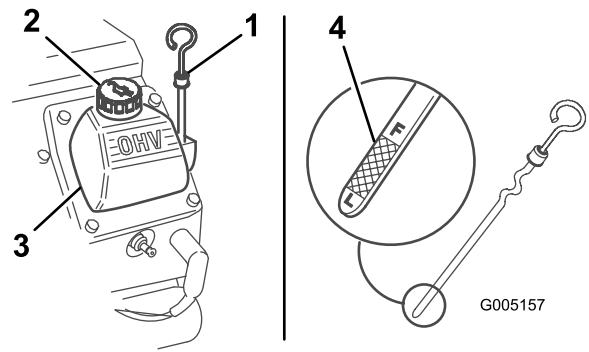

Figure 24
3. Nettoyez la surface autour de la jauge (Figure 24).
4. Sortez la jauge d'huile et essuyez soigneusement l'extrémité métallique (Figure 24).
5. Enfoncez la jauge complètement dans le tube (Figure 24).
7. Si le niveau d'huile est trop bas, nettoyez la surface autour du bouchon de remplissage et enlevez le bouchon (Figure 24).
8. Versez lentement une quantité d'huile suffisante dans le couvercle de culasse pour amener le niveau au repère du plein (F).
12. Enlevez le bouchon de remplissage (Figure 24) et versez lentement environ 80 % de la quantité d'huile spécifiée dans le couvre-culasse.
14. Faites l'appoint d'huile avec précaution pour faire monter le niveau jusqu'au repère maximum (F) sur la jauge.